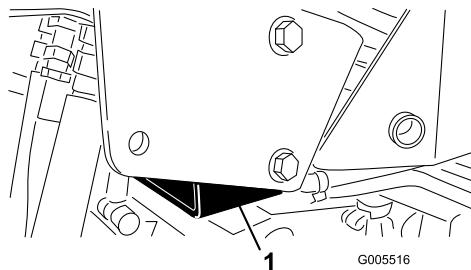

Figura 30
- Lado direito – debaixo do tapete do macaco e próximo do suporte de apoio do ROPS (Figura 30)